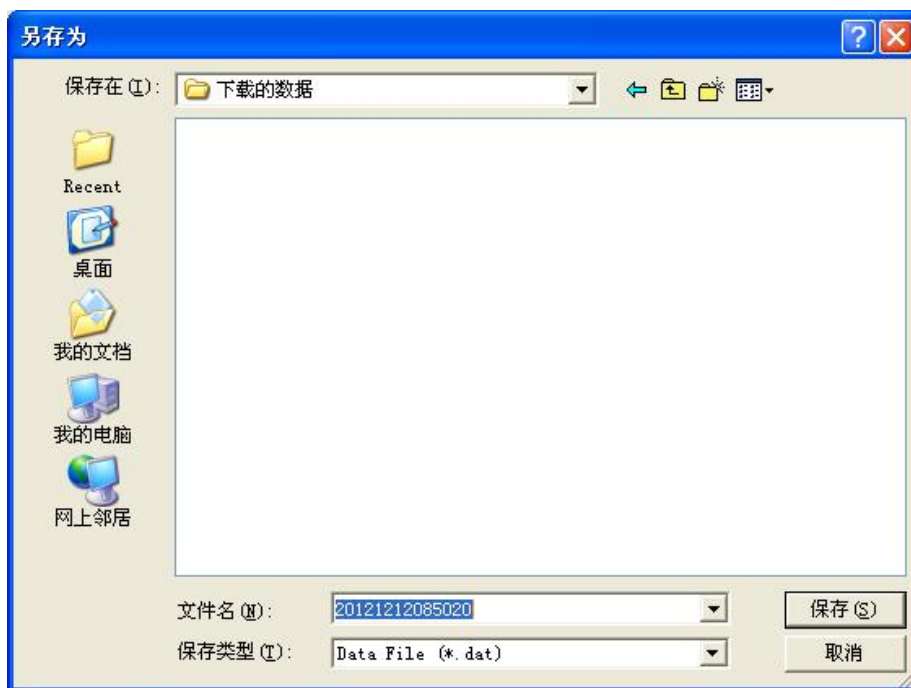

图 4.6 数据保存对话框
4. 点击“下载数据”，弹出保存文件对话框，如图 4.6 所示。